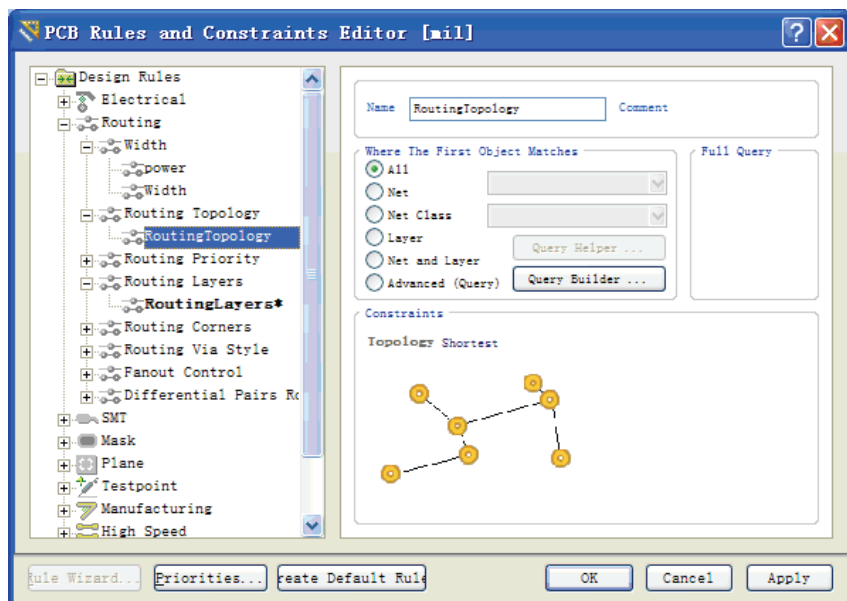

图 11-54 底层布线方式的设置
(2) 底层布线方式的设置。在布线规则编辑对话框，单击布线方式（Routing Topology），在约束特性栏里，将底层（Bottom Layer）中的走线模式设置为最短（Shortest），如图 11-54 所示。